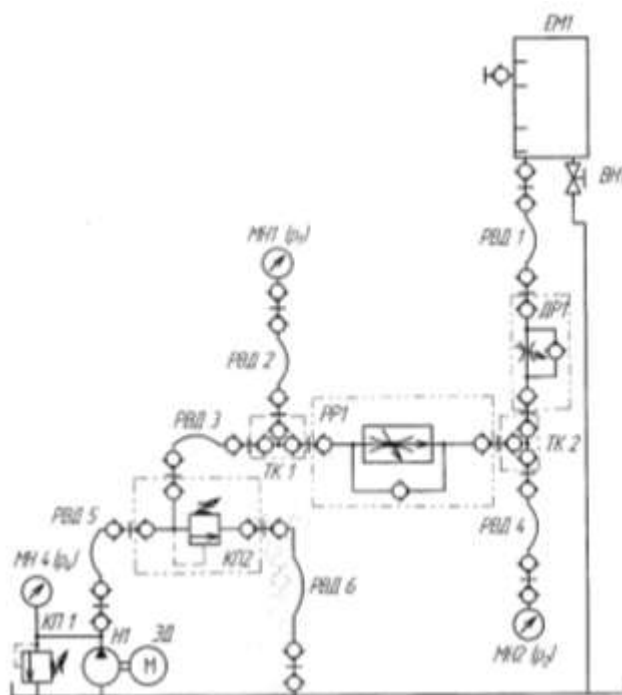

Рисунок 8 – гидравлическая схема
1. Выполнить чертеж схемы рис.8 и проставить буквенно-цифровое обозначение.
2. Составить схему потоков для рис. 8.
4. Подобрать дроссель и регулятор расхода для рис. 8.